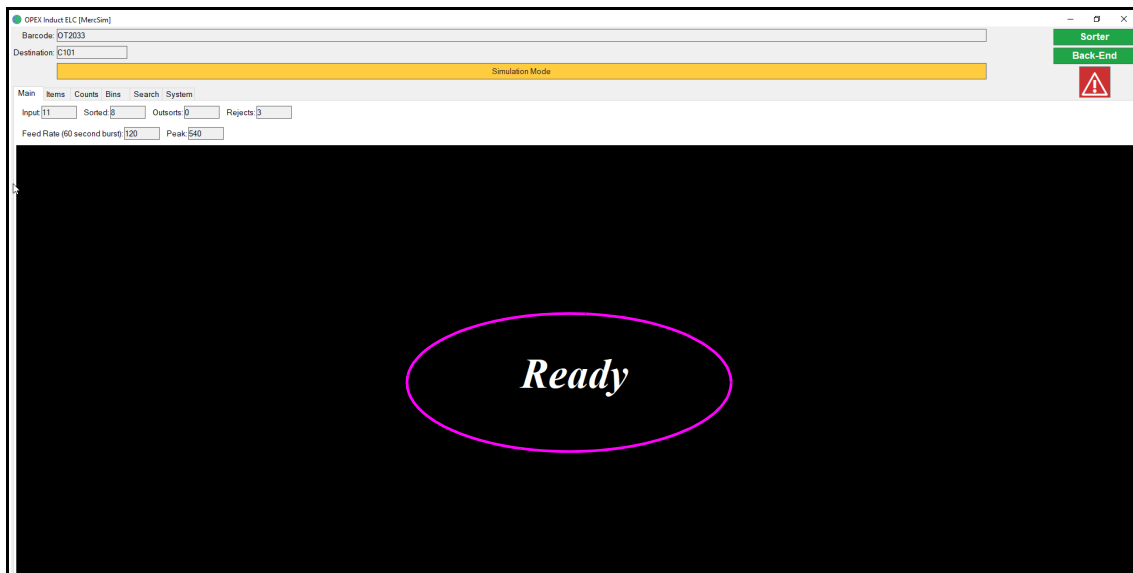

図 4-28: OPEX Induct ELC 画面
3. システムが最初の物品の入力準備ができると、ELC ソフトウェアインターフェイスに「Ready」（準備完了）という単語が表示されます（141 ページの図 4-28 を参照）。